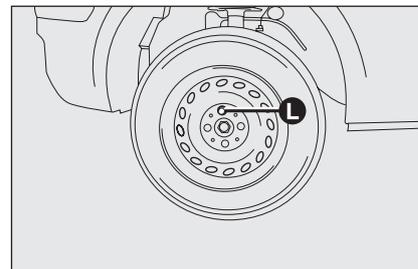

fig. 6
- enlever l'enjoliveur (si présent) après avoir dévissé les trois boulons qui le fixent et dévisser le quatrième boulon **L**-fig. 6 et enlever la roue;